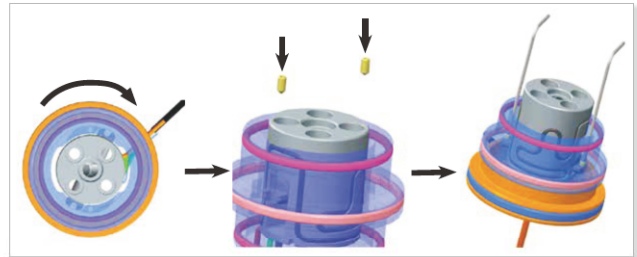

图11-14 锁定活塞组件和阀针固定块
11. 旋转活塞组件，使其螺纹孔与阀针固定块对齐。使用内六角扳手，通过固定螺栓锁定活塞组件和阀针固定块。见图11-14。